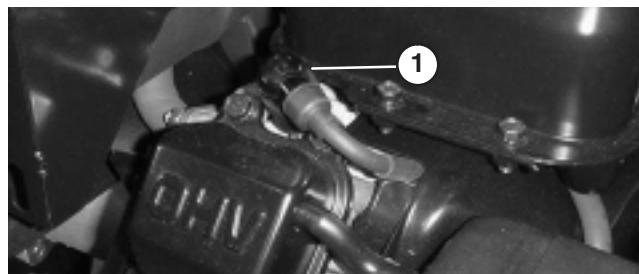

Bild 32
1. Ziehen Sie den Zündkerzenstecker ab (Bild 32).